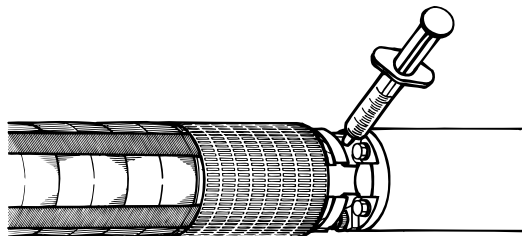

Рис. 7 Положение заправочного клапана.
1. С помощью отвертки вытолкните фильтр, установленный перед клапаном в верхней части двигателя. Если в фильтре имеется шлиц, то такой фильтр следует вывернуть. Положение заправочного клапана приведено на рис. 7.
2. Прижмите наконечник заправочного шприца к клапану и заправьте электродвигатель охлаждающей жидкостью. См. рис. 7. При этом не следует надавливать шприцем на клапан с чрезмерным усилием, так как это может привести к повреждению и потере герметичности клапана.